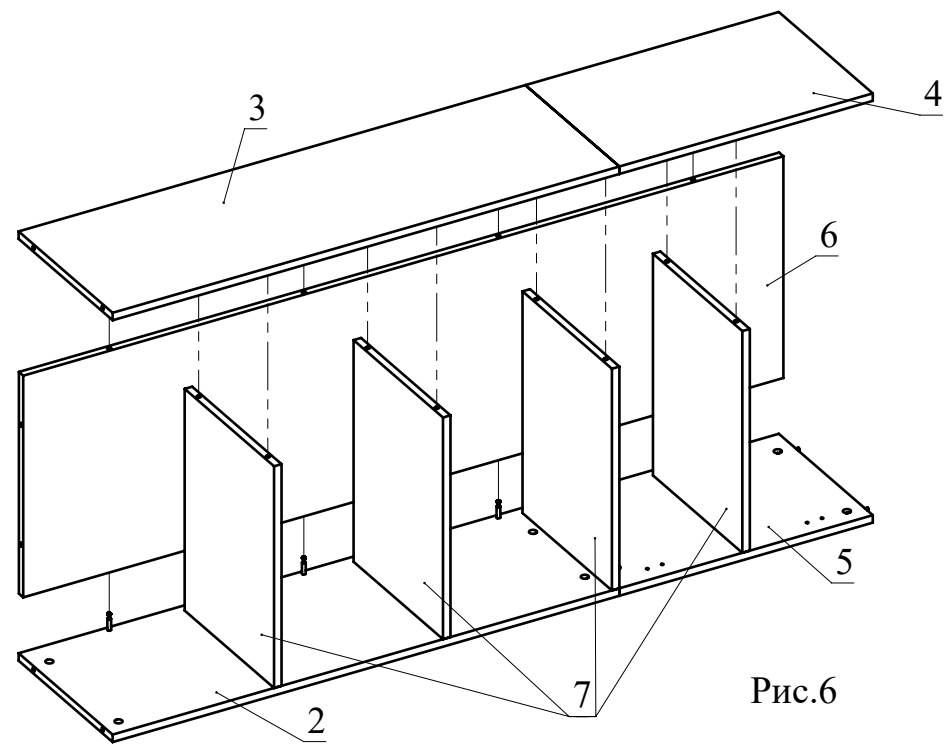

Рис.6
7. Соберите сборку согласно схемы (Рис. 6), затягивая головки минификсов.